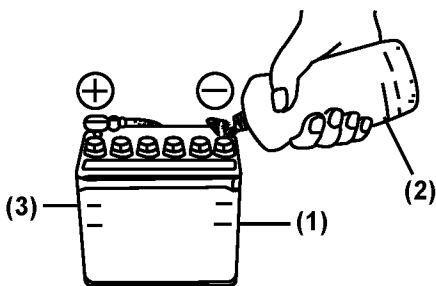

Figura 5
Compruebe periódicamente el nivel de líquido. Si el nivel es inferior al nivel de llenado mínimo (**Figura 5, (1)**), rellene con agua destilada (**Figura 5, (2)**) (disponible en tiendas de ultramarinos) hasta el límite superior (**Figura 5, (3)**) de la batería. El líquido de batería tiende a evaporarse cuando las temperaturas son elevadas, especialmente en verano. En esas circunstancias, inspeccione la batería con más frecuencia que la especificada.